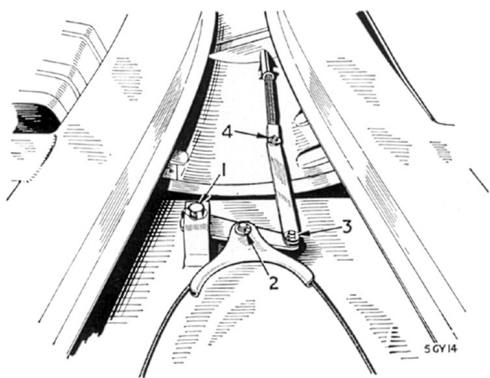

Fig. 5. Fixation du câble de frein à main
- le câble de frein à main au niveau du compensateur (Fig. 5).